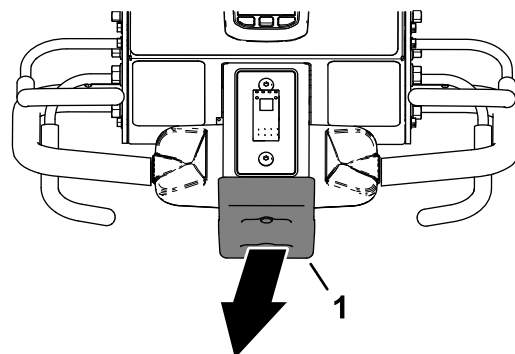

Figura 99
- Aléjelo del interruptor de parada de emergencia (Figura 99)